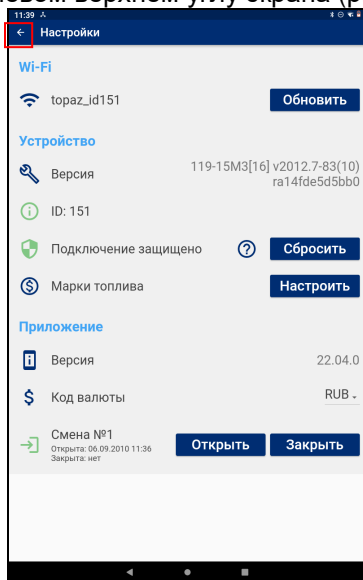

Рисунок 11
3.9 По окончании настройки вернуться на главный экран приложения нажатием кнопки ← в левом верхнем углу экрана (рисунок 11).